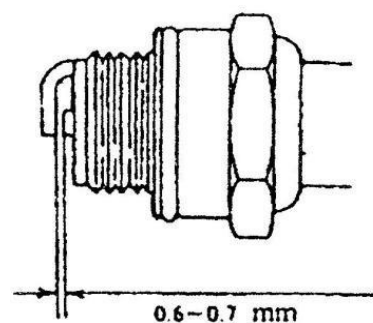

Fig. 16
- (1) Após o uso diário, lave o filtro de ar, pois se produtos químicos grudarem na esponja, a potência do motor diminuirá. Preste atenção especial a isso!
- (2) Após lavar a esponja com gasolina, deve-se colocá-la de volta.
- (3) A folga correta entre os eletrodos da vela deve ser de 0,6-0,7 mm; verifique frequentemente, se estiver muito grande ou muito pequena, ajuste — como mostrado na fig.16.
- (4) A vela de ignição adequada para este aparelho tem o símbolo 4106J. Não utilize outros modelos. Se precisar trocar a vela, pode comprá-la em um serviço de equipamentos de jardinagem ou em uma loja de materiais agrícolas ou de jardinagem.